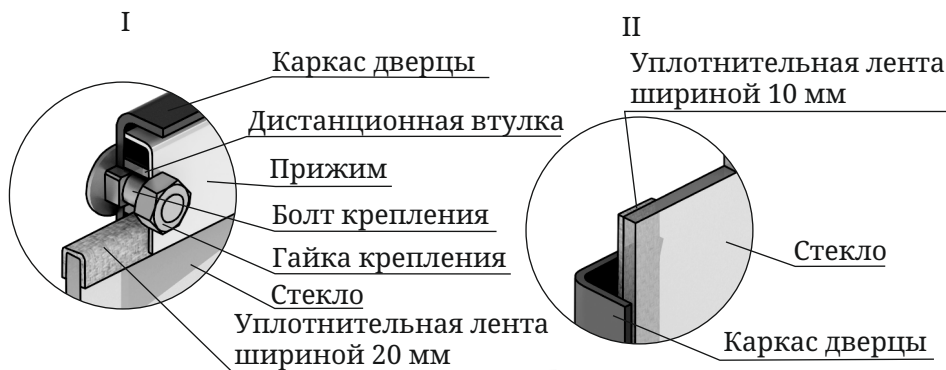

Рисунок 13. Крепление светорозрачного экрана дверцы модификации «Люмина»
1. Открутите две гайки, фиксирующие прижим (рисунок 13.І), и демонтируйте его и дистанционные втулки.
3. Возьмите новое стекло, если на нем нет уплотнительных лент, наклейте их: лента шириной 20 мм наклеивается сверху и снизу стекла «П»-образно (рисунок 13.І), лента шириной 10 мм наклеивается вертикально, вдоль боковых сторон стекла (рисунок 13.ІІ).
4. Вставить стекло в упор, при этом лента наклеенная с боковых сторон (вертикальная) должна быть зажата между стеклом и каркасом дверцы (рисунок 13.ІІ).
Внимание! Гайки крепящие прижим накручиваются на болты крепления через дистанционные втулки (рисунок 13.І).